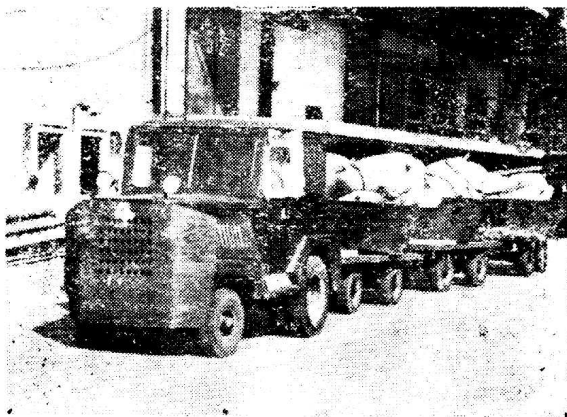

图 1
(1)八角斗放在大平车上，位置须放正，不可偏于一边(图1)。